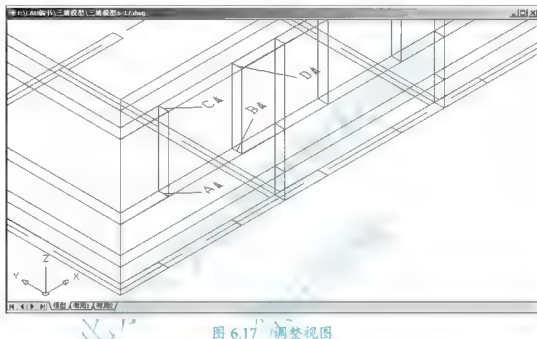

图 6.17 调整视图
将当前图层切换为【门窗框】图层, 并打开“6.16.dwg”图形, 用【窗口放大】命令将视图调整至如图 6.17 所示的状态。
(1) 在命令行输入“UCS”后按 Enter 键, 执行改变用户坐标系操作。
① 在输入选项 [新建 (N)/移动 (M)/正交 (G)/上一个 (P)/恢复 (R)/保存 (S)/删除 (D)/应用 (A)/?/世界 (W)] <世界>: 提示下, 输入“3”, 表示用 3 点来定义用户坐标系。
② 在指定新原点 <0, 0, 0>: 提示下, 用端点捕捉如图 6.17 所示的 A 点作为新用户坐标的原点。
③ 在在正 X 轴范围上指定点 <202.281,150>: 提示下, 用端点捕捉如图 6.17 所示的 B 点, 那么 A 点和 B 点的连线即为新用户坐标系的 X 轴, 其方向为由 A 点到 B 点。
④ 在在 UCS XY 平面的正 Y 轴范围上指定点 <261.282,150. >: 提示下, 再次用端点捕捉如图 6.17 所示的 C 点, 则 A 点和 C 点的连线即为新用户坐标系的 Y 轴, 其方向为由 A 点到 C 点。
(1) 在命令行输入 “PL” 后按 Enter 键, 启动绘制多段线命令。
(2) 在指定起点: 提示下, 捕捉如图 6.17 所示的 B 点作为多段线的起点。
(3) 在指定下一个点或 [圆弧 (A)/ 半宽 (H)/ 长度 (L)/ 放弃 (U)/ 宽度 (W)]: 提示下, 输入 “W” 后按 Enter 键。
(4) 在指定起点宽度 <0.0000>: 提示下, 输入 “160” 后按 Enter 键。
(5) 在指定端点宽度 <160.0000>: 提示下, 按 Enter 键执行尖括号内的默认值“160.0000”。
(6) 在指定下一点或 [圆弧 (A)/ 闭合 (C)/ 半宽 (H)/ 长度 (L)/ 放弃 (U)/ 宽度 (W)]: 提示下, 依次捕捉如图 6.17 所示的 A 点、C 点和 D 点。